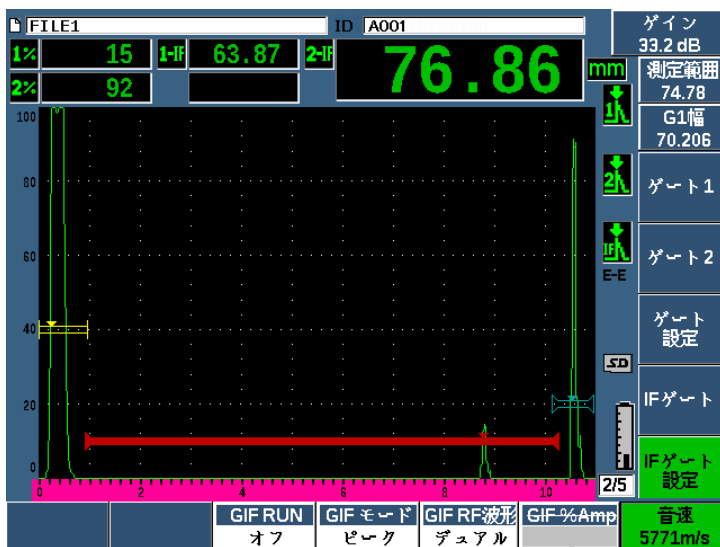

図 11-33 材料音速の設定
3. 調整ノブまたは矢印キーで目的の音速を設定します（276 ページの図 11-33 参照）。